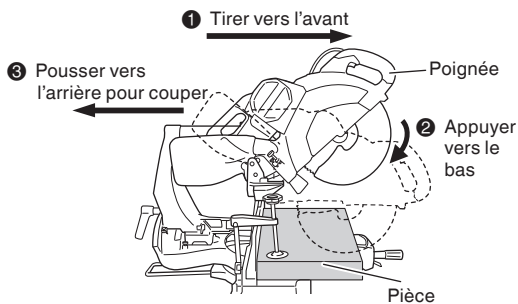

Fig. 27
- (1) Pièces d'une hauteur allant jusqu'à 4-3/16" (107 mm) et d'une largeur allant jusqu'à 12-1/4" (312 mm): Desserrer le bouton (A) de fixation de glissière et incliner la lame vers l'avant (Voir Fig. 2). Puis, appuyer sur la poignée et ramener la lame vers l'arrière pour couper la pièce comme indiqué à la Fig. 27. Cela facilitera la coupe des pièces d'une hauteur allant jusqu'à 4-3/16" (107 mm) et d'une largeur allant jusqu'à 12-1/4" (312 mm).
- (2) Pièces d'une hauteur allant jusqu'à 4-11/16" (120 mm) et d'une largeur allant jusqu'à 10-3/16" (260 mm): Les pièces d'une hauteur allant jusqu'à 4-11/16" (120 mm) et d'une largeur allant jusqu'à 10-3/16" (260 mm) se coupent de la même façon que décrit au paragraphe 6 - (1) ci-dessus.
- * Lors d'une coupe avec chariot, procéder comme indiqué à la Fig. 27.